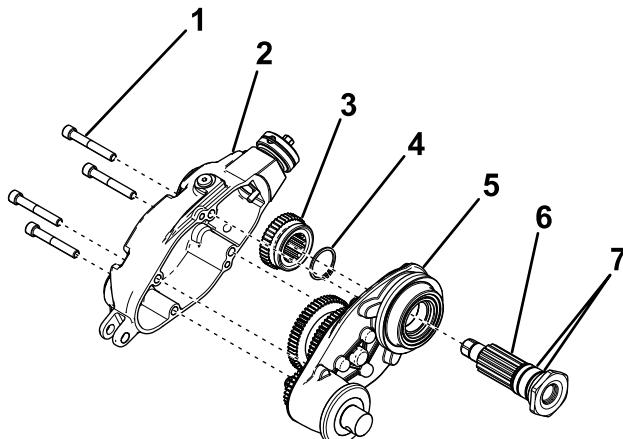

図5
1. 駆動シャフトにOリング2個を取り付ける図5。
2. グルーマハウジングに新しい駆動シャフトを取り付ける図5。
3. 先に取り外しておいたリテナーリングと駆動ギアを取り付ける図5。
4. グルーマカバーを元通りに取り付け、先に取り外したボルト4本を使って固定し図5、各ボルトを  $810\text{N m} / 0.91.0\text{kg.m} = 75.85\text{in-lb}$  にトルク締めする。